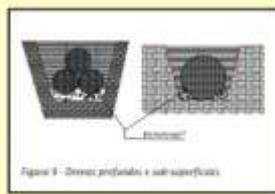

Figura 9 - Drenos profundos e sub-superficiais.
**Drenos profundos e sub-superficiais:** Fazer a escavação dos vãos na profundidade proposta, utilizando betão e areia no fundo e nos laterais do vão, aplicando o Bermalonga® no centro, podendo ser um ou mais fileiras, dependendo do diâmetro utilizado. O Bermalonga® deve ficar bem protegido, evitando o contato com o ar, o que gerará a perda da capacidade de produção (Figura 9).